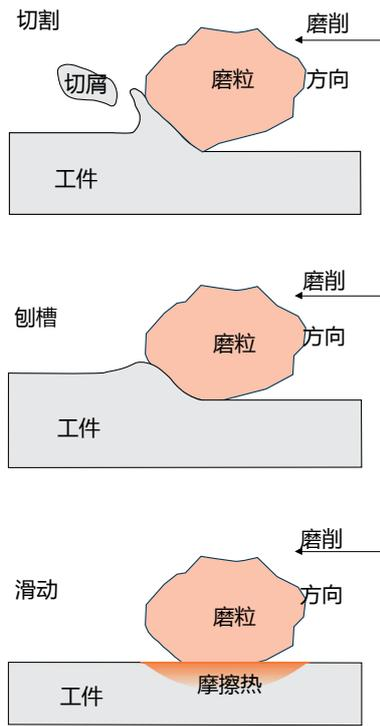

图2. 磨削过程中（详细解析）的不同条件。切割一般都是负角度。
- 切削工具如有不规则的切割形状和磨粒不均匀，可导致切削、刨槽和滑动等，参见图2。